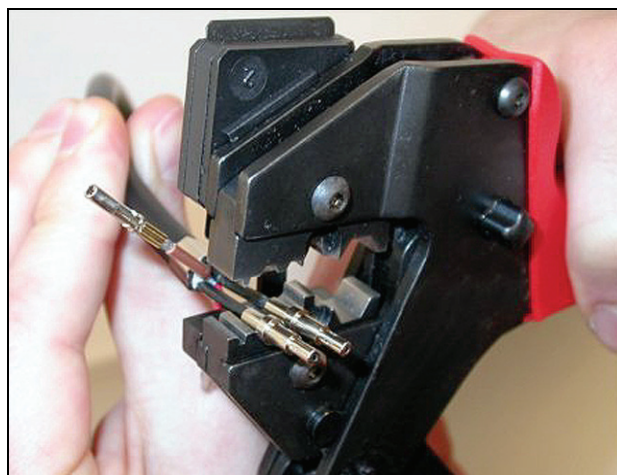

Abb. 29.24: Quetschen von Hülsen (2)
- 24 Beide Hülsen in die Crimp-Zange (Werkzeug 3) setzen (siehe Abb. 29.24).